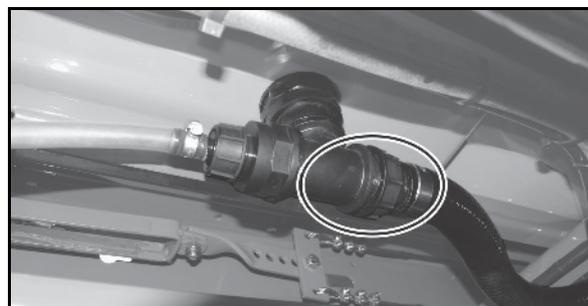

Fig. 132
20. Entwässern Sie den Drucksensor (Fig. 132/1), indem Sie den Schlauch vom Drucksensor lösen.